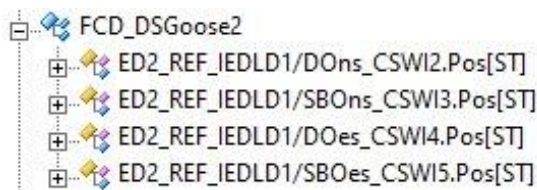

Рисунок 4.19 – Набор данных с FCD в информационной модели устройства ПО Конфигуратор
FCD или *функционально связанные данные* – это ссылка упорядоченной совокупности атрибутов данных составляющих объект и имеющих одинаковое значение функциональной связи. Построение совокупности FCD выполняется в порядке, соответствующем порядку появления атрибутов в объекте данных. Функционально связанные данные определяют как ссылку на объект данных, сопровождаемую значением функциональной связи (FC) (рисунок 4.19).